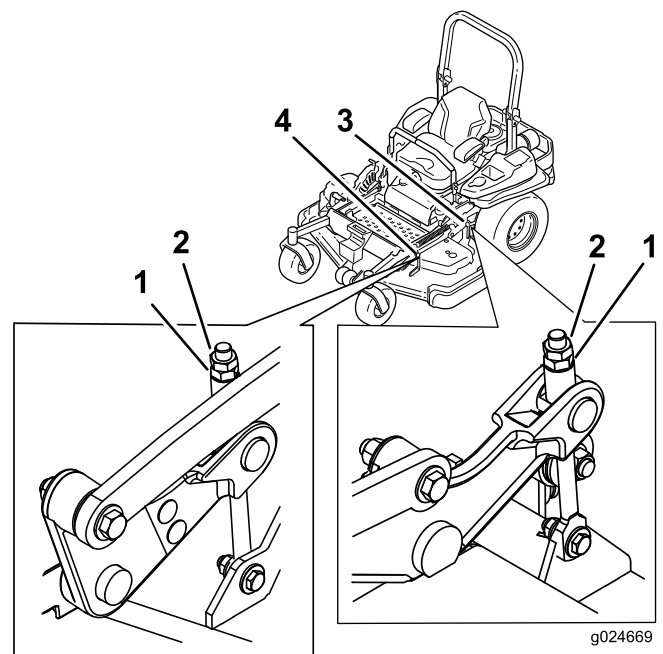

Figura 86
9. Gire la tuerca de ajuste del conjunto de elevación de la carcasa delantera para modificar la altura (consulte Figura 86).
14. Gire el tornillo de ajuste hasta obtener una altura de 8,3 cm (Figura 86).